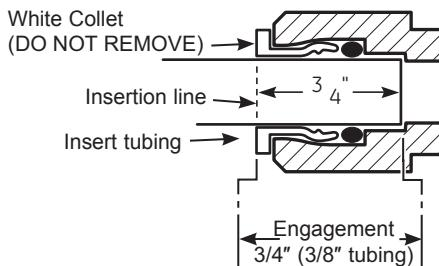

Fig. 9
- Empuje la tubería firmemente hacia cada conexión en el recolector hasta que la tubería esté nivelado con el collar. (Si se retira la tubería, vuelva a cortar el extremo, mida, marque y vuelva a insertar). La tubería debe estar firmemente insertada para evitar fugas (Fig. 9). (Para retirar la tubería: Libere y sostenga la boquilla blanca; Hale la tubería hacia fuera para retirar.)